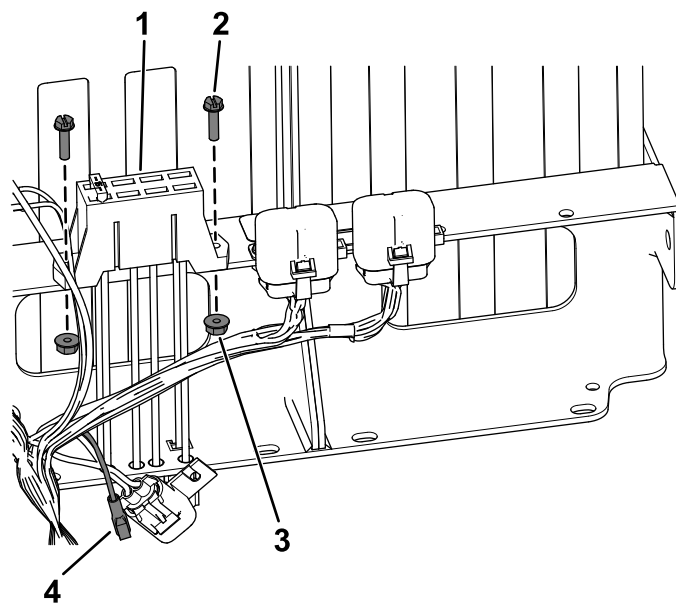

Рисунок 18
- Для машин с серийным номером **403448001 и выше** прикрепите новый блок предохранителей с помощью 2 винтов с шестигранными головками с буртиками (№ 10 x 3/4 дюйма) и 2 рифленых гаек (№ 10), как показано на Рисунок 18.
2. Для машин с серийным номером **403448001 и выше** подсоедините гнездовой разъем на жгуте проводов к новому блоку предохранителей (Рисунок 18).